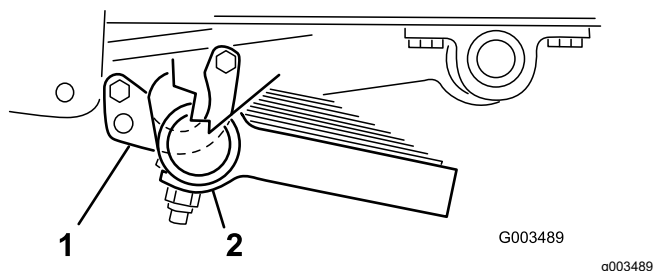

Figura 12
3. Fissate la parte anteriore di ciascuna sella al tubo mediante un bullone (5/16" x 1") e un dado di bloccaggio (5/16") (Figura 12).